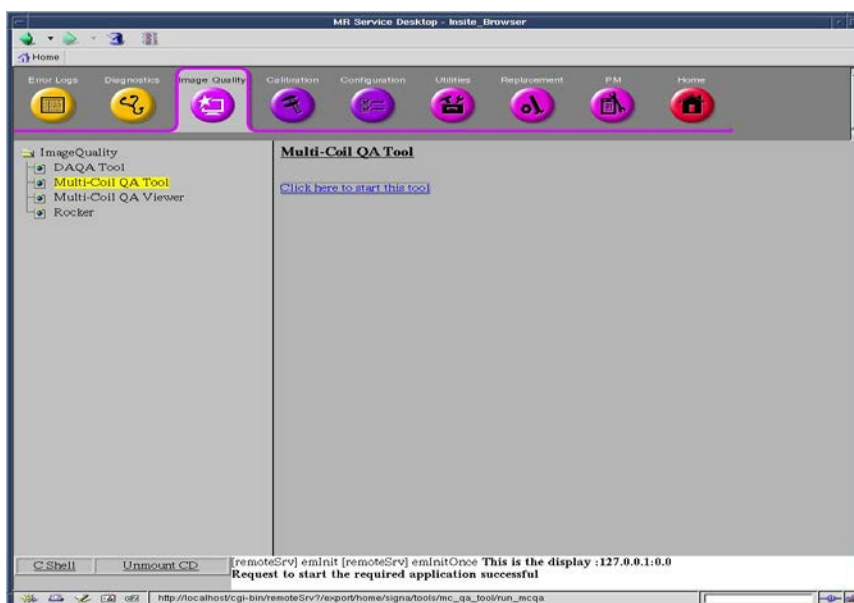

Figura 1
- En Common Service Desktop (CSD) (Escritorio de servicios comunes), acceda a Service Browser (Navegador de servicios) y seleccione [Image Quality] (Calidad de imagen), “Multi-Coil QA Tool” (Herramienta de control de calidad de varias bobinas) y, por último, “Click here to start this tool” (Haga clic aquí para iniciar esta herramienta) como se muestra en la Figura 1.